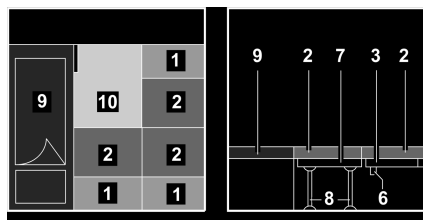

Fig. 82 Après la transformation
- Tirer les coussins d'assise (Fig. 82,2) vers le centre.
- Placer les coussins de dossier (Fig. 82,1) entre les coussins d'assise et la cloison.
- Poser le coussin supplémentaire (Fig. 82,10) à côté du lit (Fig. 82,9).